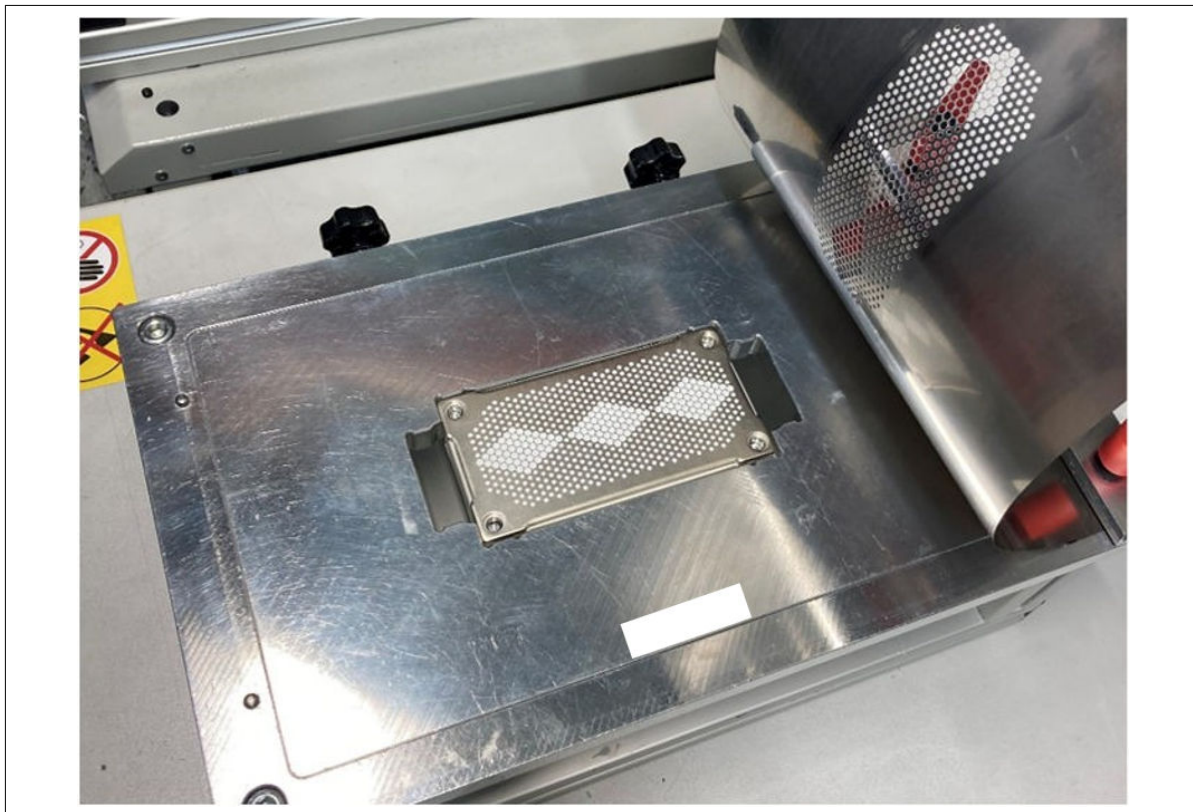

図 6 スクリーン印刷テンプレートの取り外し
4. 次の図 6 に従い、テンプレートをベースプレートから慎重に取り外してください。